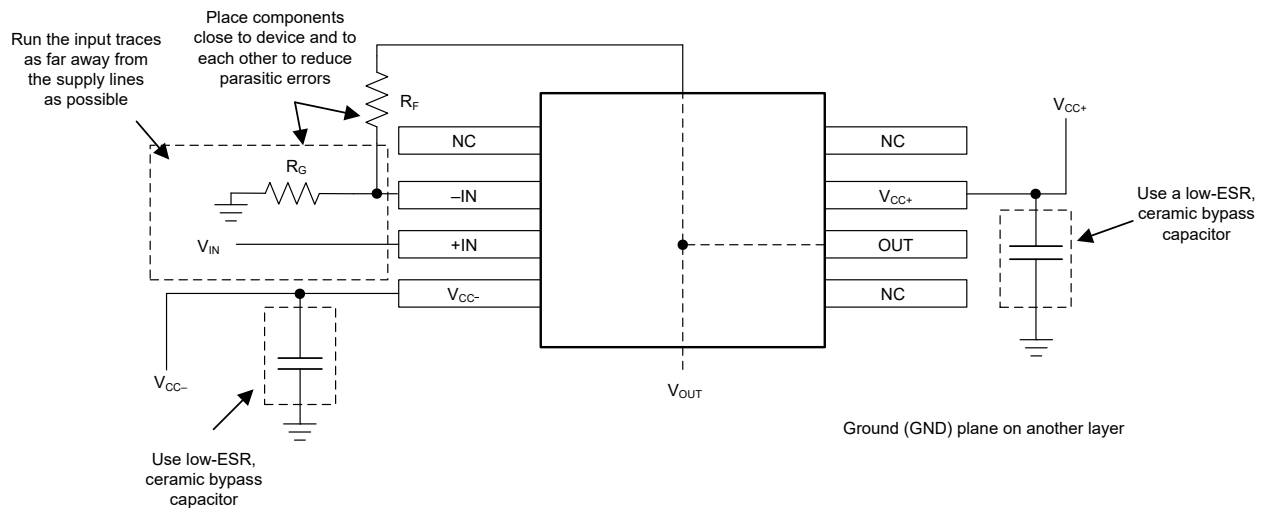

図 7-4. 非反転構成のオペアンプ基板のレイアウト
4. 外付け部品は、可能な限りデバイスに近く配置します。図 7-4 は、寄生容量を最小限に抑えるため、RF と RG は反転入力の近くに配置する方法を示します。